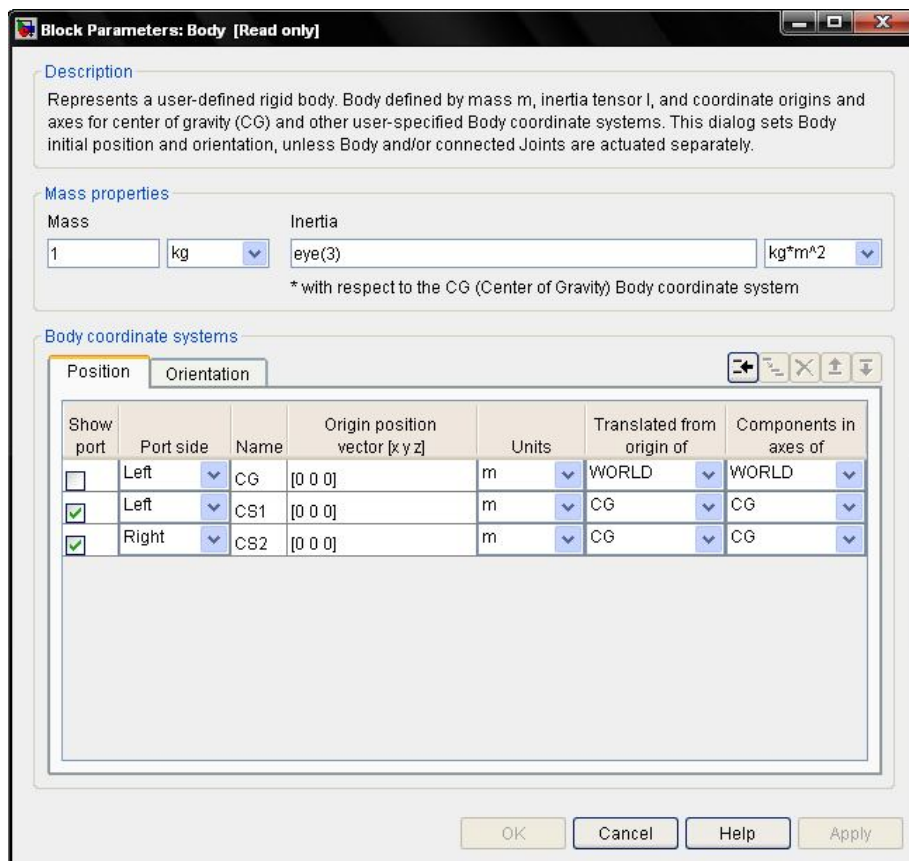

Figura 4.3: Ventana Block Parameters del bloque Body.
El bloque *Body* permite modelar cuerpos con características o propiedades definidas por el usuario como la masa, ubicación del centro de gravedad, momento de inercia, posición, orientación y su propio sistema de coordenadas. Los cuerpos utilizan *Coordinate Systems* (CS) o sistemas de coordenadas para generar los puntos que darán forma y tamaño al cuerpo. Los sistemas de coordenadas determinan la orientación y el origen del cuerpo que se desea modelar. La orientación del cuerpo se puede referenciar con respecto al sistema de coordenadas del mundo o *World*, mediante un sistema de coordenadas dentro del mismo cuerpo y mediante un sistema de coordenadas adjunto de otro cuerpo o *Adjoining*. En la ventana Block Parameters, mostrada en la figura 4.3, se introducen los parámetros para configurar el bloque.